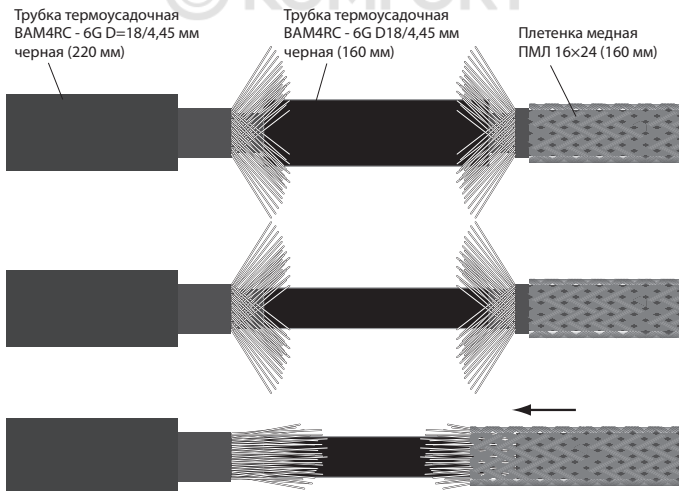

Рис. 7
5.8. С одного конца кабеля сдвинуть трубку термоусаживаемую (поз. 6 состава комплекта). Разместить ее по центру соединения (рис. 7) и усадить с помощью воздушного термопистолета.